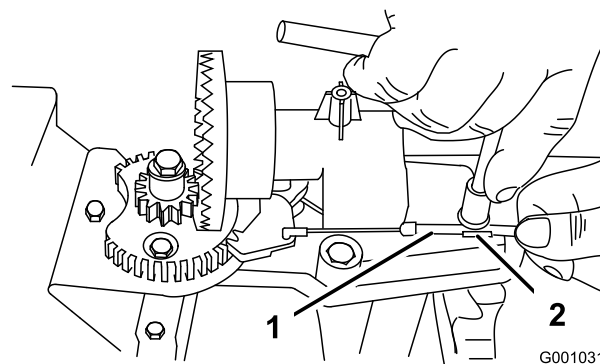
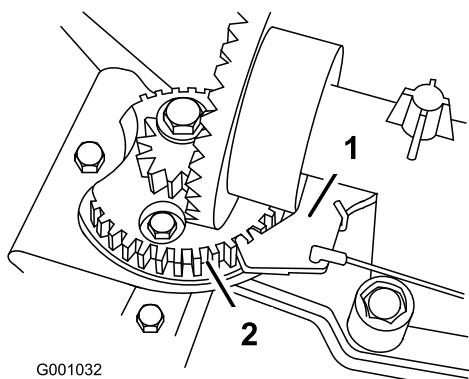

Figura 56
Figura 57
2. Allentate il bullone sul serrafilo per cavi (Figura 56).
3. Afferrate la guaina del cavo e spostatela verso la parte anteriore della macchina finché il fermo del camino di scarico non s'innesta completamente nei denti degli ingranaggi (Figura 56 e Figura 57).
Nota: Il fermo a molla si inserisce automaticamente tra i denti degli ingranaggi (Figura 57).